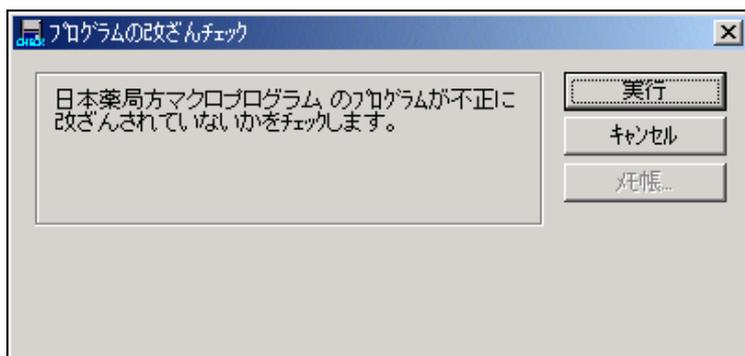

図 6-3 プログラム改ざんチェック画面
5. 図 6-3 の画面が表示されるので、<実行>ボタンをクリックします。